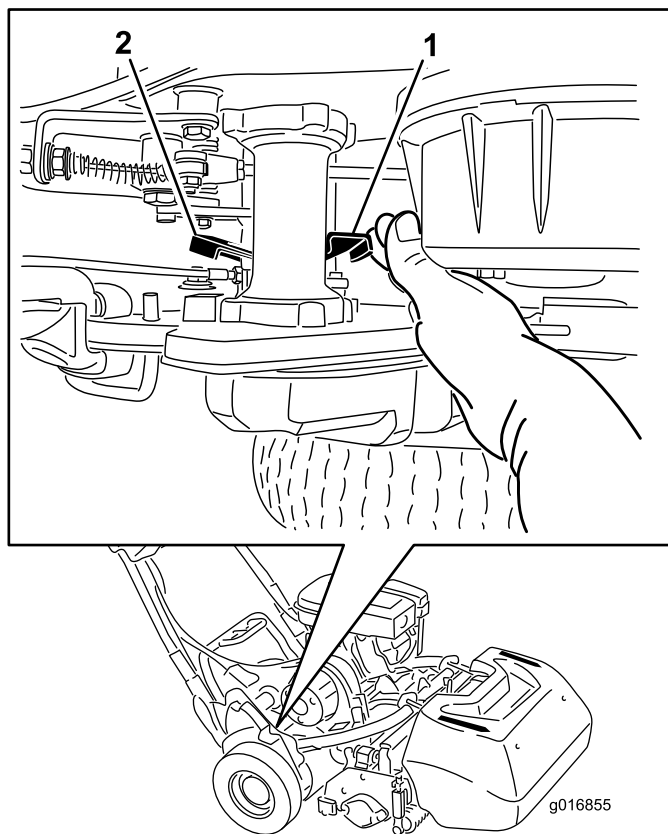

图28
1. 在机器的右后角，找到靠近驱动装置壳体轮鼓的牵引接合/分离控制杆（图28）。